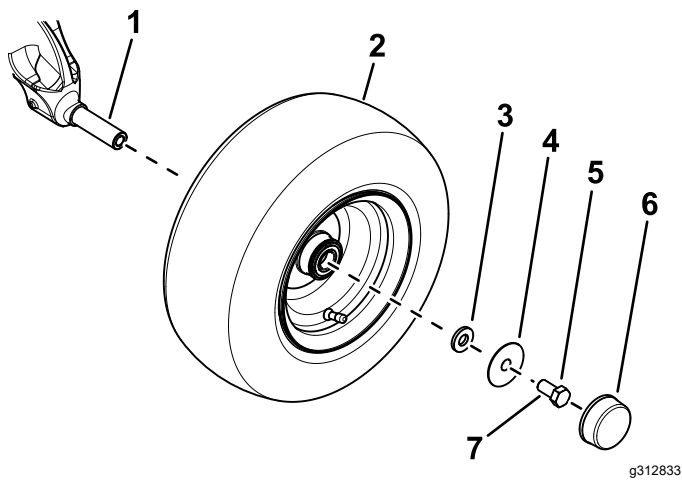

Figura 3
3. Aplicați agentul de blocare a filetului pe filetele interioare din ax (Figura 3).
4. Utilizai o aibă mică, aibă mare, urub ($\frac{5}{8} \times 1 \frac{1}{4}$ ") i pentru a fixa roata la ax (Figura 3).
6. Montați capacul anti-praf la roată (Figura 3).